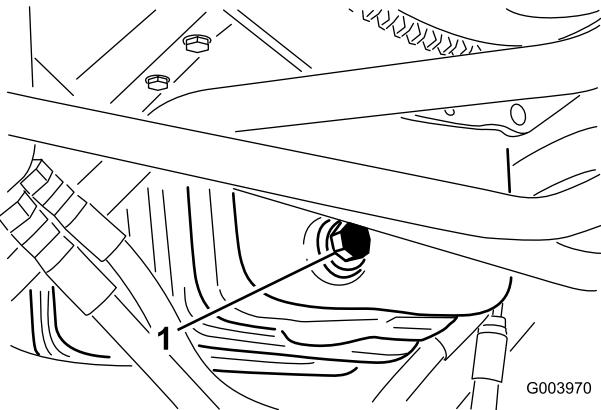

Figura 54
1. Retire o tampão de escoamento (Figura 54) e deixe o óleo escorrer para um recipiente adequado.